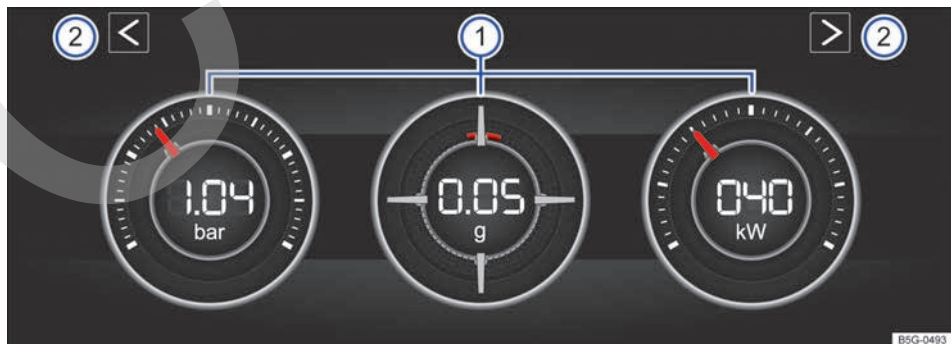
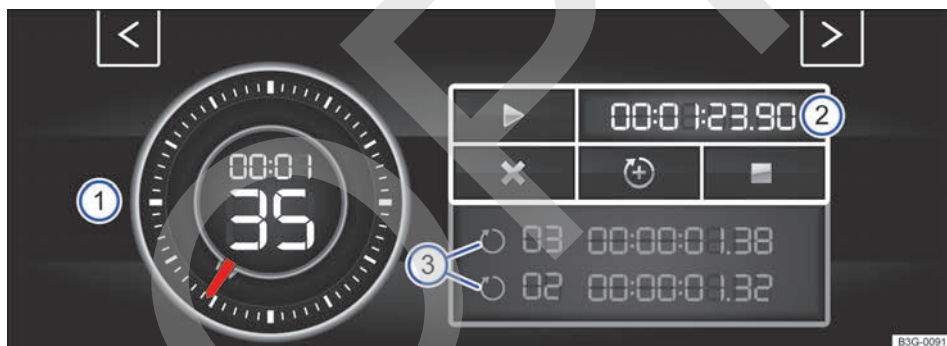
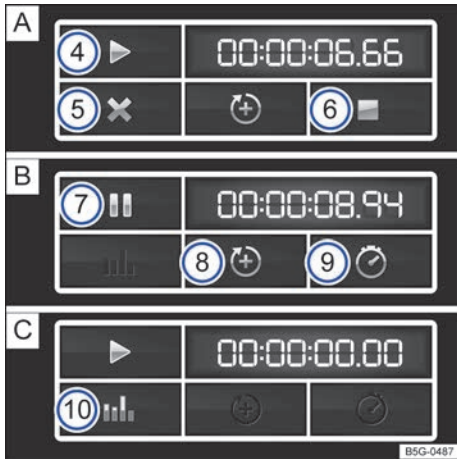

Fig. 49 En el sistema de infotainment: monitor de potencia (en función del equipamiento).
Fig. 50 En el sistema de infotainment: cronómetro, botones de función y tiempos de las vueltas (en función del equipamiento).
Fig. 51 Botones de función del sistema de infotainment: cronometraje en caso de una vuelta **A** detenida, **B** en curso y **C** finalizada.
Leyenda de la fig. 49
Si desea cambiar entre el monitor de potencia y el cronómetro → pág. 57, pulse sobre una de las flechas que hay a la izquierda y a la derecha por encima de los instrumentos → fig. 49 - ②.
La pantalla puede mostrar simultáneamente 3 instrumentos, como máximo. Todos los instrumentos se pueden seleccionar indistintamente para cualquier área de visualización → fig. 49 ① (izquierda, central y derecha).
- **Indicador de la presión de sobrealimentación:** este indicador → fig. 49 - ① (a la izquierda) muestra la presión en el tramo comprendido entre el turbocompresor y el motor (en la unidad "bar"). Cuanto más a la derecha se encuentre la aguja en la escala, mayor será la potencia que entrega el motor.
- **Medidor de la aceleración (acelerómetro):** el medidor de la aceleración (acelerómetro) → fig. 49 - ① (en el centro) muestra en la zona central el valor de la aceleración (en la unidad "g"). La marca roja de la zona con forma reticular muestra la fuerza de la aceleración y la dirección de la fuerza que actúa (en dirección opuesta según las leyes físicas). Si, p. ej., se gira hacia la izquierda, la marca roja se mueve en la zona derecha del instrumento (y viceversa). La marca roja se mueve hacia abajo cuando se acelera, y hacia arriba, cuando se frena. La fuerza de la aceleración se representa mediante la posición de la marca roja de dentro hacia fuera. Cuando aumenta la aceleración, la marca roja se aleja de la zona central.
- **Indicador de potencia:** el indicador de potencia → fig. 49 - ① (a la derecha) muestra la potencia del motor solicitada en formato digital y en la escala circundante (en kW).
Leyenda de la fig. 50 y fig. 51
Iniciar o continuar el cronometraje	Pulse el botón de función ▶ → fig. 51 A ④ para comenzar o continuar. Si el encendido está desconectado no es posible el cronometraje. Aparece un mensaje en la pantalla. Pulse Iniciar para comenzar con el cronometraje. El cronometraje comienza automáticamente en cuanto el vehículo avanza.
- En el monitor de potencia, pulse una de las flechas → fig. 49 ② para cambiar al cronómetro.
Con las flechas → fig. 49 ② o → fig. 50 puede cambiar en todo momento entre el cronómetro y el monitor de potencia.
Finalizar el cronometraje	Pulse el botón de función de finalizar  → fig. 51   .
Detener el cronometraje	Pulse el botón de función de pausa  → fig. 51   .
Iniciar una nueva vuelta	Pulse el botón de función → fig. 51   para añadir una nueva vuelta. Se guarda el tiempo de la última vuelta y se comienza una nueva vuelta. El tiempo total de las vueltas se muestra en la estadística.
Interrumpir la vuelta actual	Pulse el botón de función → fig. 51   para interrumpir la vuelta. En el caso de un cronometraje en curso, pulse el botón de función de pausa    . El cronometraje se interrumpe y el tiempo de la vuelta se borra. En la estadística se muestra --: --:--.--.
Mostrar tiempo parcial	Pulse el botón de función  → fig. 51   para visualizar el tiempo parcial. El cronómetro → fig. 50  se detiene durante algunos segundos y se muestra el tiempo parcial.
Mostrar la estadística	Una vez finalizado o interrumpido el cronometraje, pulse el botón de función → fig. 51   para ver la estadística. La estadística muestra el número de vueltas, el tiempo total, la vuelta más rápida y la más lenta, el promedio de todos los tiempos y los valores de todas las vueltas. Pulsando el botón de función  se vuelve al menú anterior.
Poner a cero los datos de la estadística	Pulse el botón de función → fig. 51   para visualizar la estadística. Borre los datos pulsando el botón de función Poner a cero.